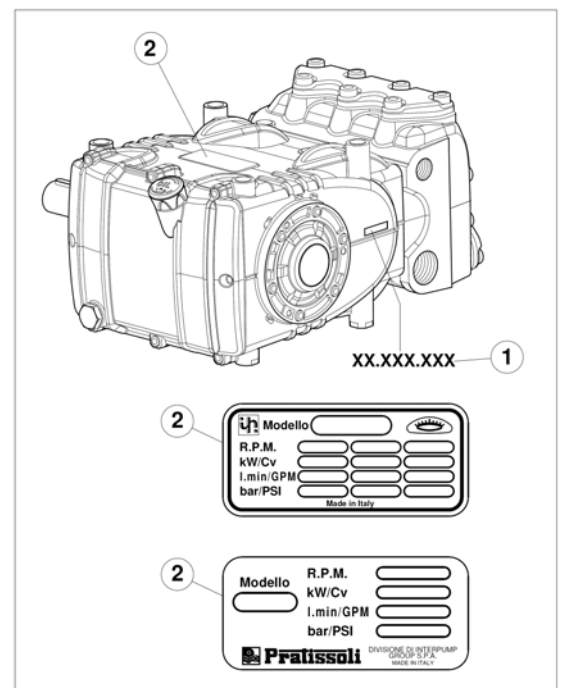

fig. 1
Ogni pompa ha il proprio N° di matricola XX.XXX.XXX vedere punto ① e una targhetta di identificazione vedere punto ② di fig. 1 che riporta: